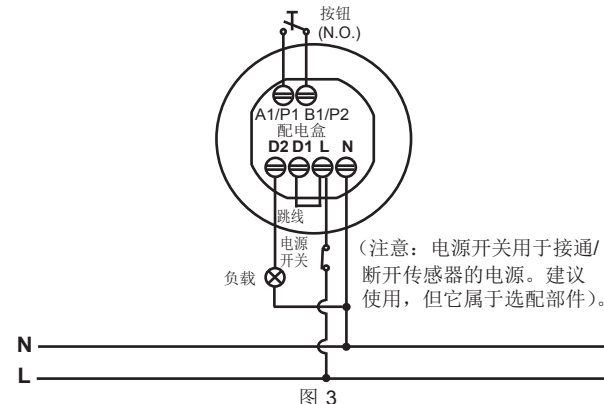
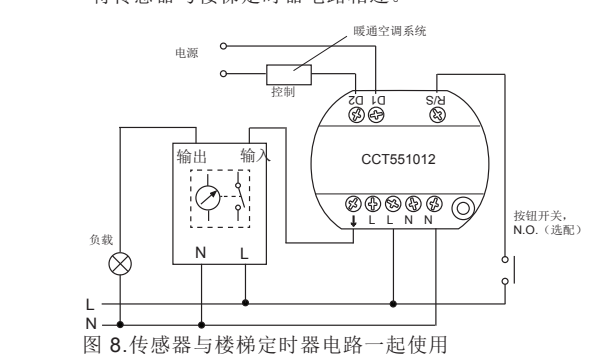

图 3
图 8. 传感器与楼梯定时器电路一起使用
- 一个传感器控制一个负载 (见图 3)。
#### 3.2.2.2 R/S 端子提供了按钮的选配连接点。图 8 显示了如何将传感器与楼梯定时器电路相连。
#### 3.3.3.2 从标准接线盒中拉出电缆 (见图 14)，然后将电缆包皮剥开 6 - 8 mm (用于接线)，参照接线图进行正确的电缆连接 (见图 3 - 图 8)。